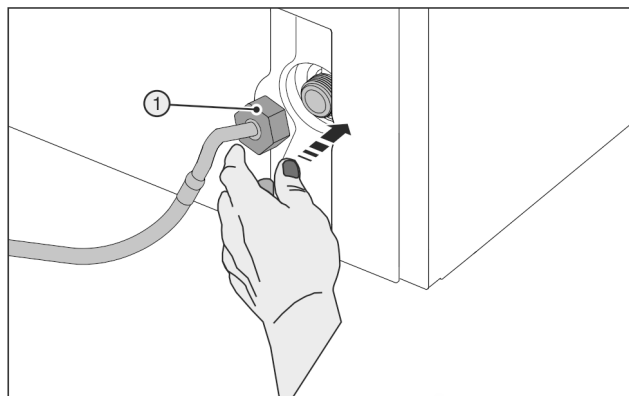

Fig. 24
- ▶ Applicare con cura il dado Fig. 24 (1) e avvitare direttamente sul filetto.
- ▶ Applicare con cura il dado Fig. 24 (1) e avvitare con due dita direttamente sul filetto, finché non è perfettamente in sede.
- ▶ Utilizzare strumenti ausiliari (5) esclusivamente a temperatura ambiente.
- ▶ Serrare il dado Fig. 24 (1) in senso orario con lo strumento ausiliario (5) fino a raggiungere la coppia massima e a spanare lo strumento ausiliario (5).